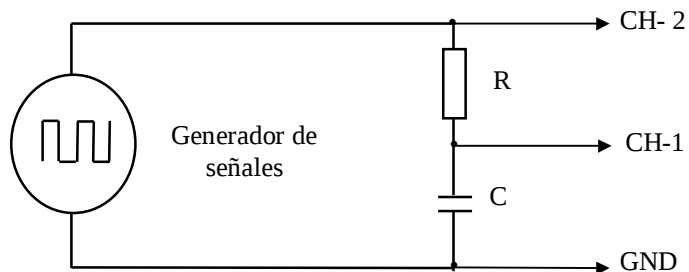

FIGURA 5.7. Montaje para determinar la capacitancia
1. Realice el montaje del circuito de la figura 5.7.